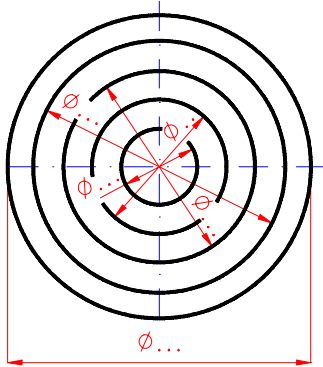

Figura 19 Cotarea a mai mult de patru cercuri
- ✓ În cazul cotării a mai mult de 4 cercuri concentrice se pot cota doar 4 dintre acestea în interiorul conturului, restul diametrelor trebuind scoase în afară, cu ajutorul liniilor de indicație (figura 19).